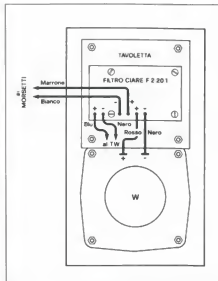

Fig. 11. Il cablaggio filtro/woofer/tweeter/moschetti. Il tweeter è nascosto dalla tavoletta che fa da supporto al filtro.
- 2 - Saldare i collegamenti filtro/altoparlanti (Fig. 11).